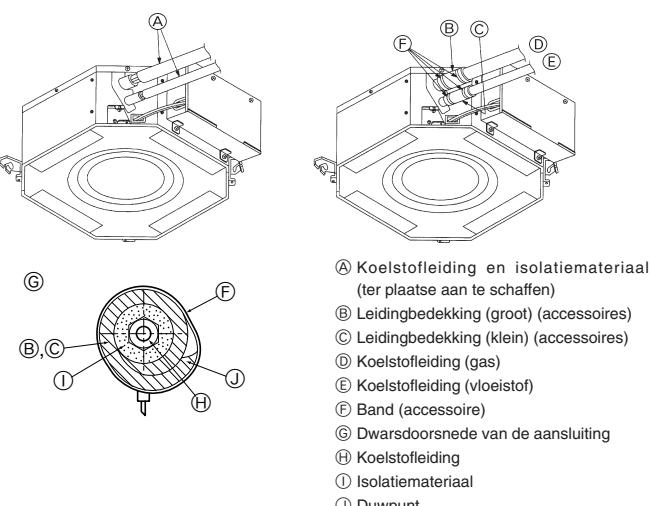

Fig. 5-9
5.4. Leidingen aansluiten (Fig. 5-9)